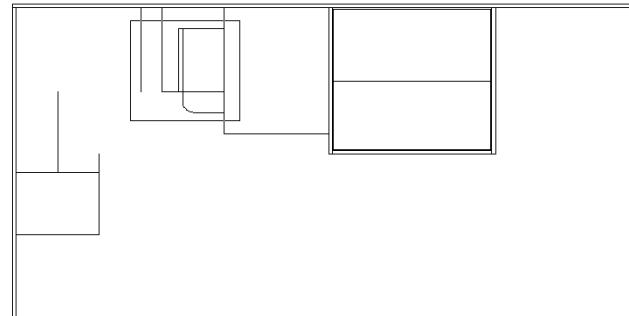

Рис. 4.35 ▼ Использование инструмента **Окно зумирования** (Zoom Window) для увеличения фрагмента чертежа в районе тумбы системного блока
1. Охватите рамкой масштабирования область, показанную на рис. 4.35.